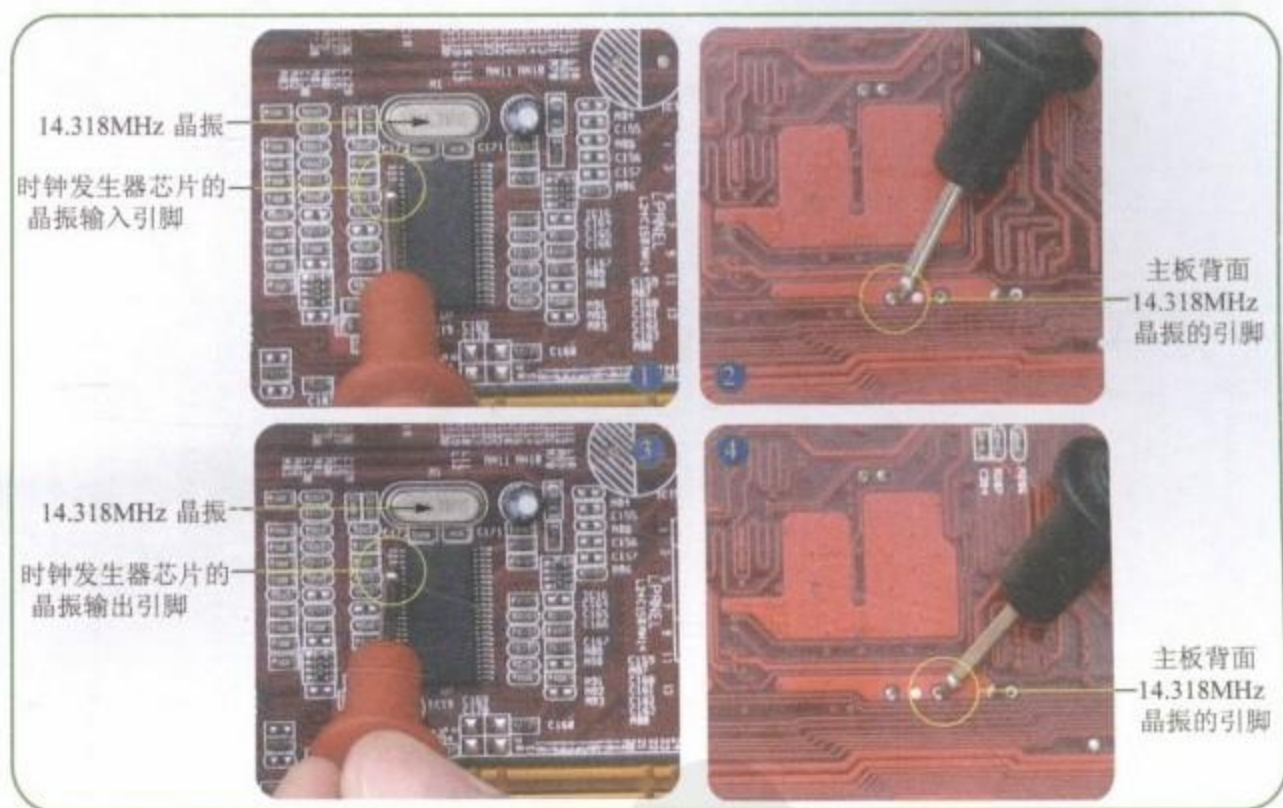

图9-13 测量时钟发生器芯片到晶振的线路
Step 01 首先将万用表调到“蜂鸣”挡，然后分别测量晶振的两个引脚到时钟发生器芯片的晶振输入引脚和输出引脚的电路，如图9-13所示。